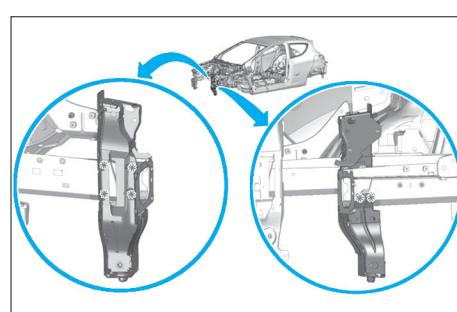

FIG. 5
- Fraiser les points de soudure de l'appui d'armature avant (Fig.5).